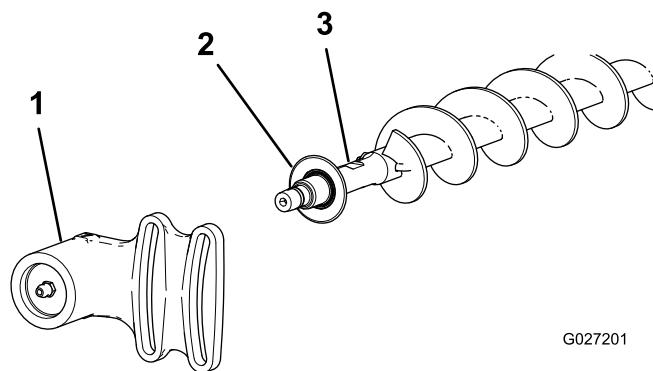
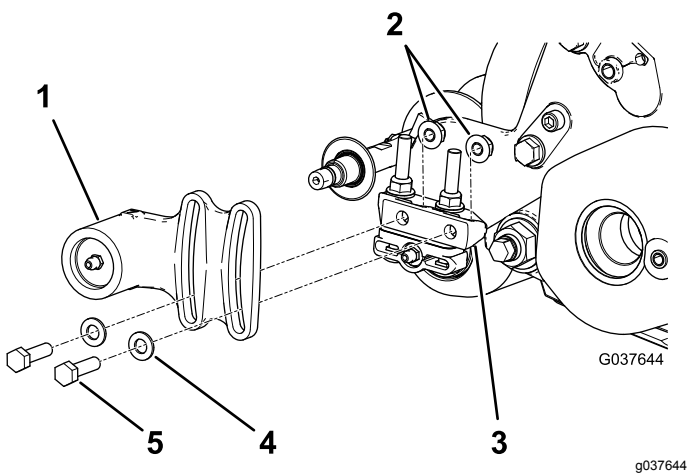

Рисунок 21
Рисунок 20
2. Сдвиньте корпус подшипника неприводной стороны и защитное уплотнение с вала щетки (Рисунок 21).
1. Если щетка катка установлена на режущем блоке, выверните два болта, снимите шайбы и гайки крепления корпуса подшипника неприводной стороны к монтажному кронштейну корпуса подшипника (Рисунок 20 и Рисунок 21).
- Установите защитное уплотнение и корпус подшипника неприводной стороны на вал щетки (Рисунок 21).